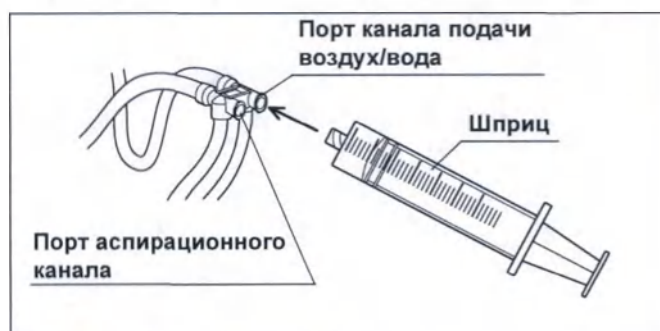

Рисунок 6.32
- 4 Присоедините шприц к порту канала подачи воздух/вода инъекционной трубки. (См. рис. 6.32)